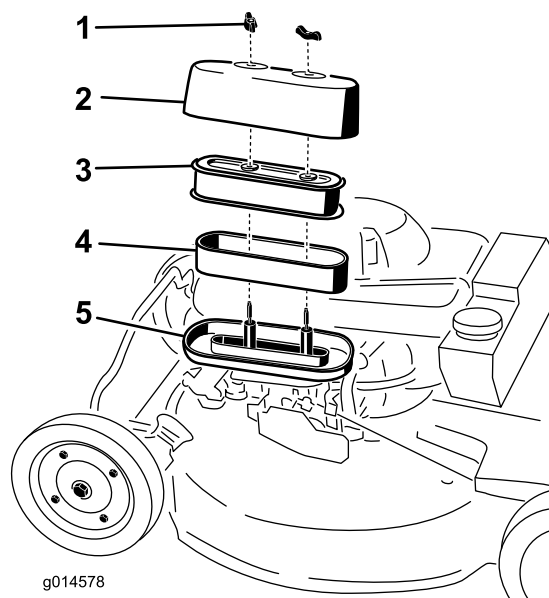

Figure 23
3. Retirez les 2 écrous de fixation du couvercle (Figure 23).
5. Déposez les éléments en mousse et papier de la base (Figure 23).
6. Sortez l'élément en mousse de l'élément en papier (Figure 23).